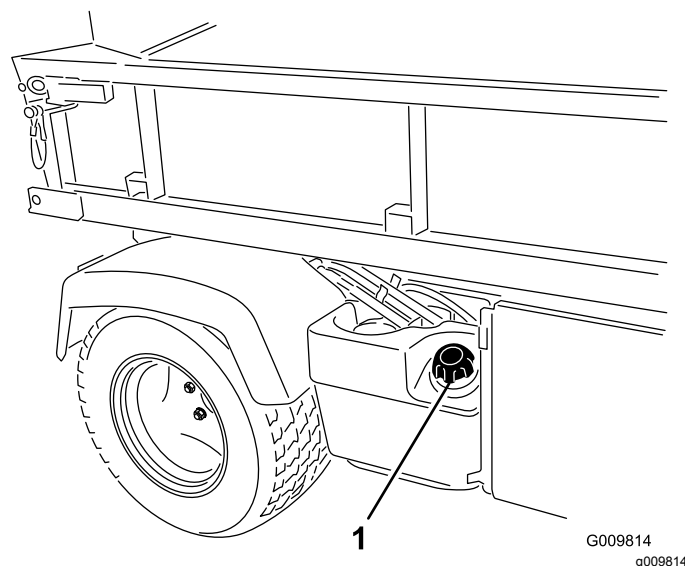

Figura 20
2. Rimuovete il tappo del serbatoio del carburante (Figura 20).